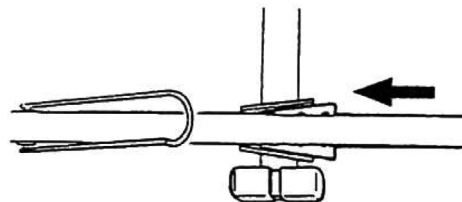

Figure 5
- Pousser chaque traverse vers l'avant dans le socle jusqu'à ce que la languette à ressort située au bas de la traverse s'enclenche en place. (Figure 5)